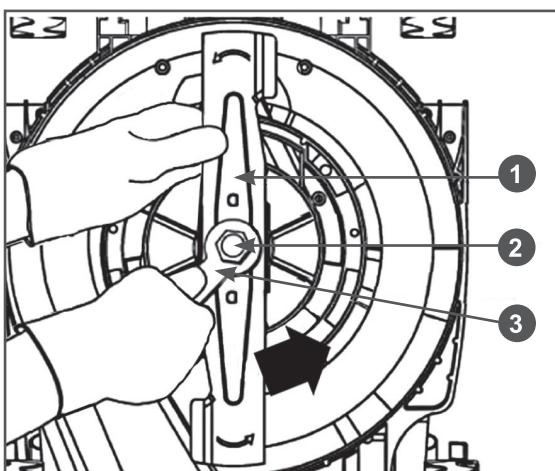

Рис. 13 Замена ножа
2. Левой рукой крепко держите нож 1, правой рукой открутите гаечным ключом 3 болт 2 крепления ножа против часовой стрелки (Рис. 13).